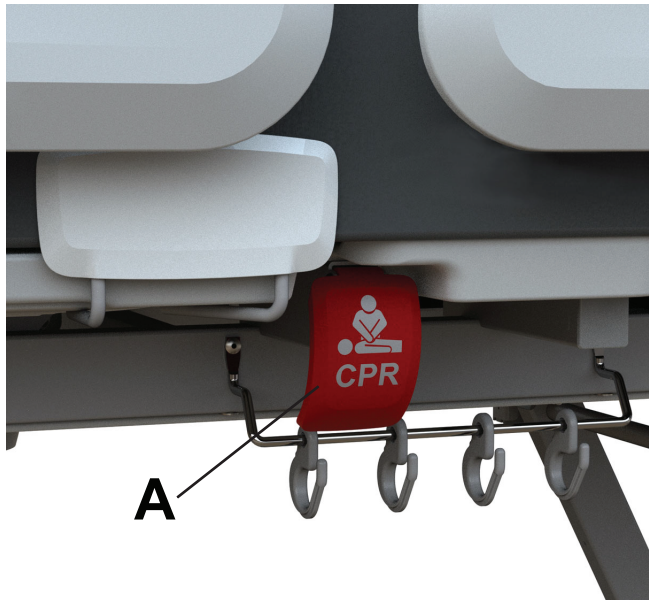

图 17 – 启动 CPR 释放手柄
两个 CPR 释放手柄 (A) 位于担架床曲膝部分的左侧和右侧 (图 17)。
1. 拉动 CPR 释放手柄 (A) (图 17)。